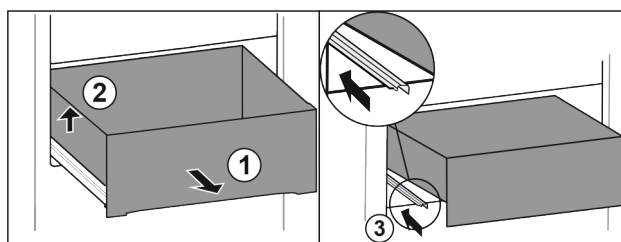

Fig. 68
- ▶ Træk skuffen ud indtil anslag. Fig. 68 (1)
- ▶ Løft skuffen i venstre side. Fig. 68 (2)
- ▶ Skub den venstre skinne ind. Fig. 68 (3)